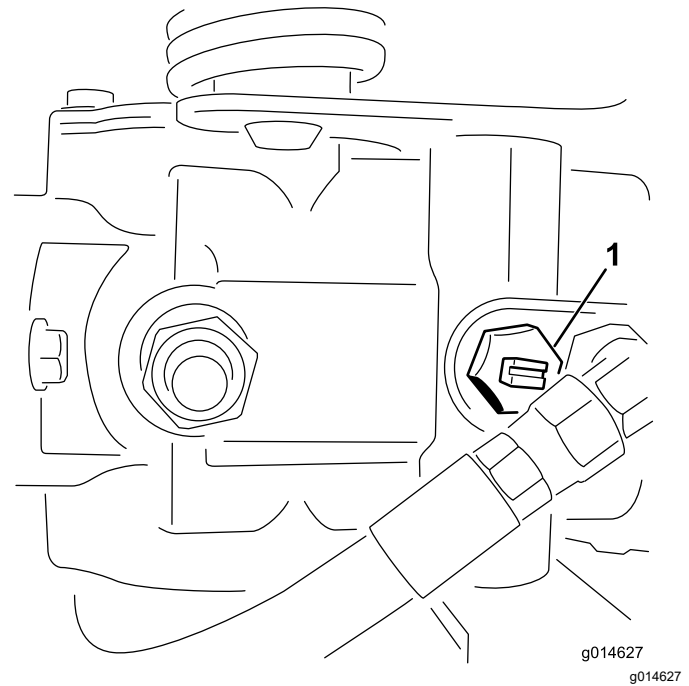

Figura 27
2. Antes de arrancar el motor, cierre la válvula de desvío girándola hasta que la ranura esté horizontal (**Figura 27**).
1. Localice la válvula de desvío en la bomba y gírela hasta que la ranura esté en posición vertical (**Figura 27**).